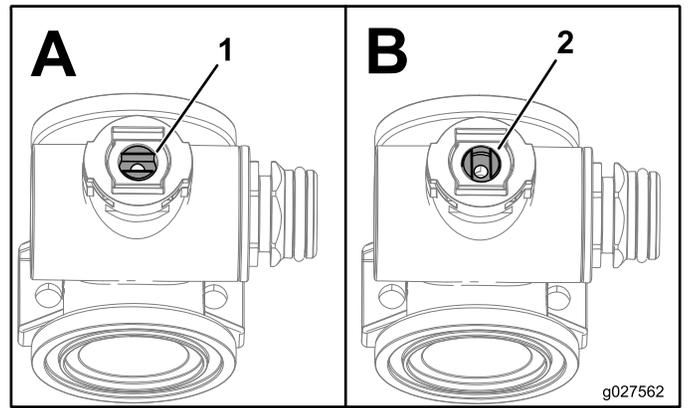

Figura 113
1. Posicione a haste da válvula para que fique na posição fechada (Figura 113 B).
- Rode a haste da válvula para que a esfera fique na posição aberta (Figura 113 A).